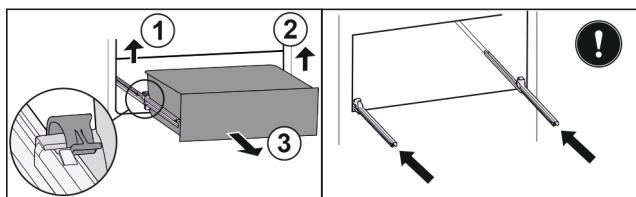

Fig. 113
- ▶ 提起左侧夹子，同时将抽屉左侧向前拉。 Fig. 113 (1)
- ▶ 提起右侧夹子，同时将抽屉右侧向前拉。 Fig. 113 (2)
- ▶ 朝前取出抽屉。 Fig. 113 (3)